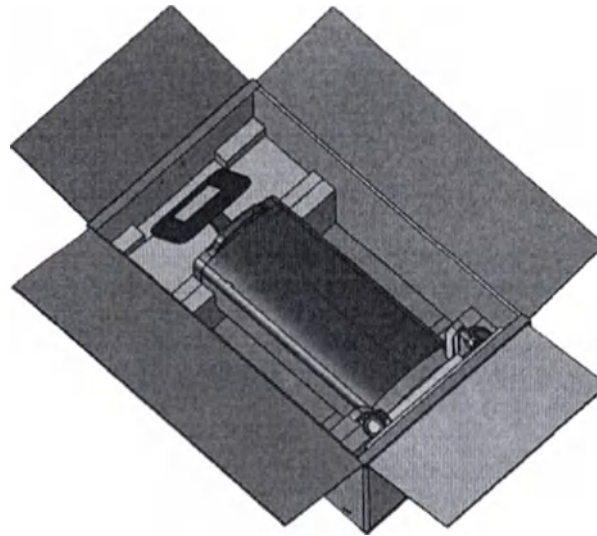

Рисунок 34 – Распаковка аппарата
2. Уберите принадлежности и пеноматериал вокруг устройства (Рисунок 34).